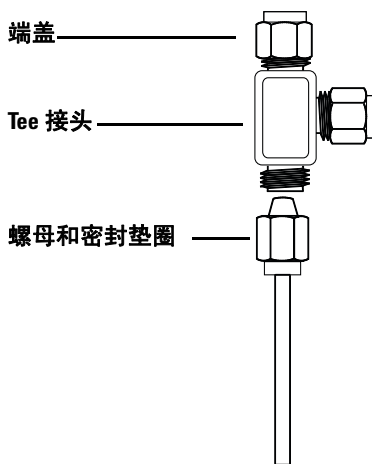

图 15 Swagelok Tee
- 1 在要安装 Tee 的位置切割管线。使用 Swagelok（接头套管）接头连接管线和 Tee。请参见图 15。